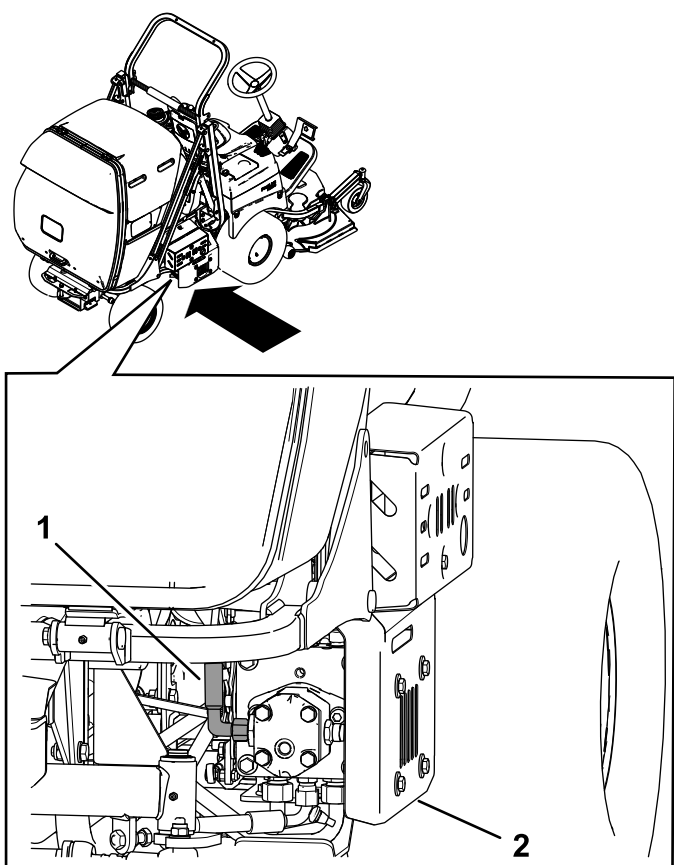

Figura 85
5. Per svuotare il serbatoio idraulico, togliete il coperchio e allentate il tubo idraulico sul lato della pompa idraulica (Figura 85).